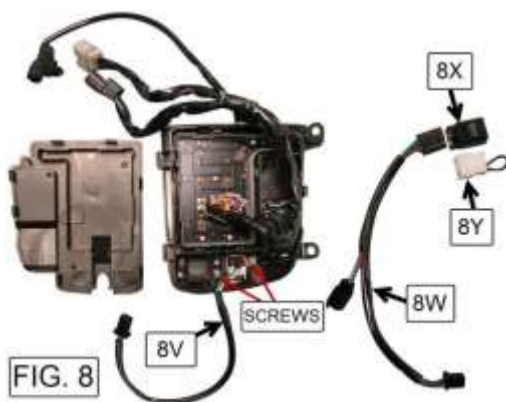

FIG. 8
21. REMOVE THE BACK PANEL FROM THE UNIT AS SHOWN IN FIG. 8. *TIP: INSERT A SCREWDRIVER IN THE SMALL CUTOUTS ON THE SIDES TO RELEASE THE COVER.*
25. IF YOU WANT THE LIGHT TO TURN OFF WHEN YOUR HIGH BEAMS ARE TURNED ON CONNECT THE RELAY/JUMPER HARNESS (8W) TO THE LIGHT SWITCH HARNESS (8V).THEN INSTALL THE RELAY (8X) TO THE RELAY/JUMPER HARNESS (8W). SEE FIG. 8.